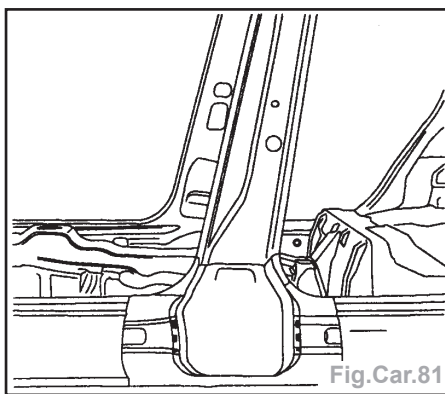

Fig.Car.81
- points bouchons au MIG (suivant A) et meuler les bouchons (Fig.Car.81),